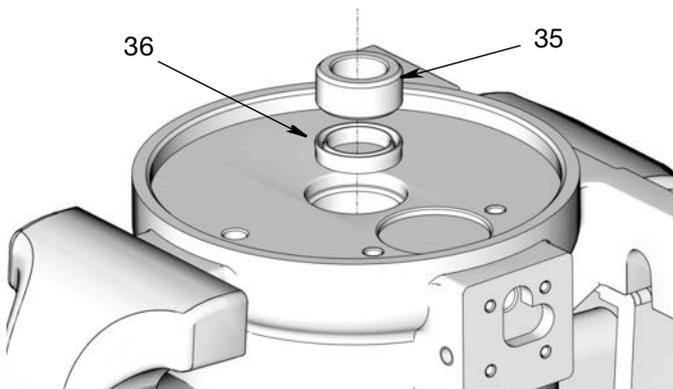

FIG. 28
1. Instale junta de sellado de la copa en U (36) con los bordes orientados hacia arriba, y el casquillo (35) en el cilindro de aire (3) (FIG. 28).